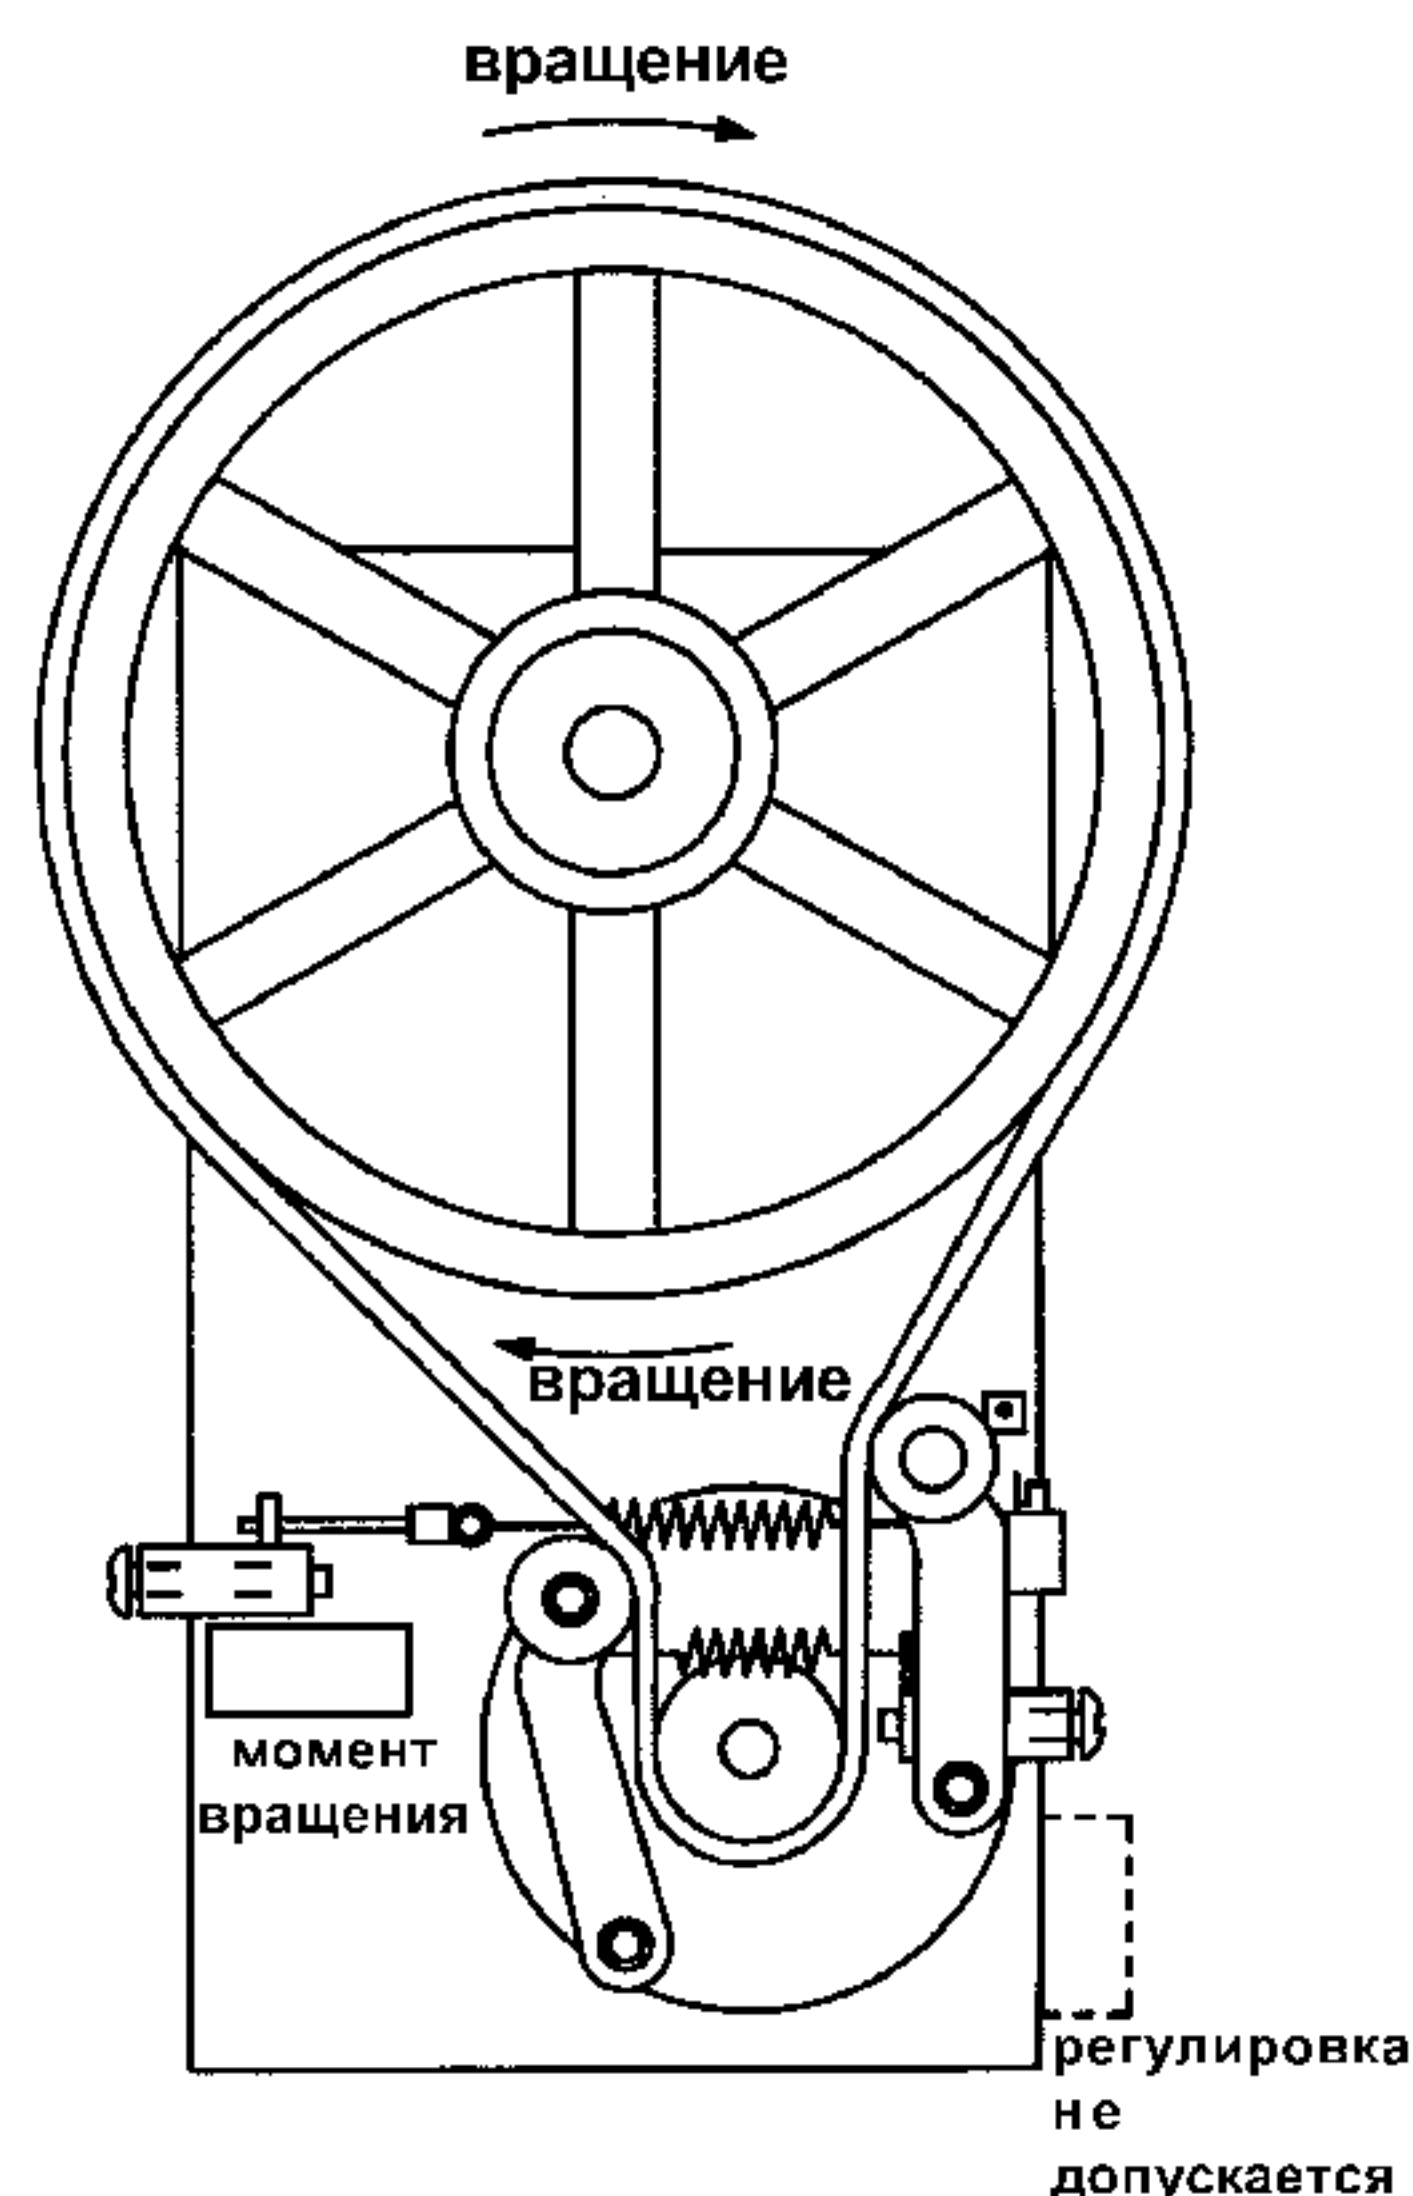

Рис. 27. Механическая регулировка плотности
2. С помощью обычной прямой отвертки поверните винт регулирования плотности, или момента вращения, (рис. 27) по часовой стрелке, чтобы продукт стал тверже, и против часовой стрелки, чтобы продукт стал мягче. Не поворачивайте винт более чем на два оборота за один раз. Не пытайтесь крутить винт натяжного ролика с левой стороны машины, снабженный надписью "Do not adjust" (Регулировка не допускается).